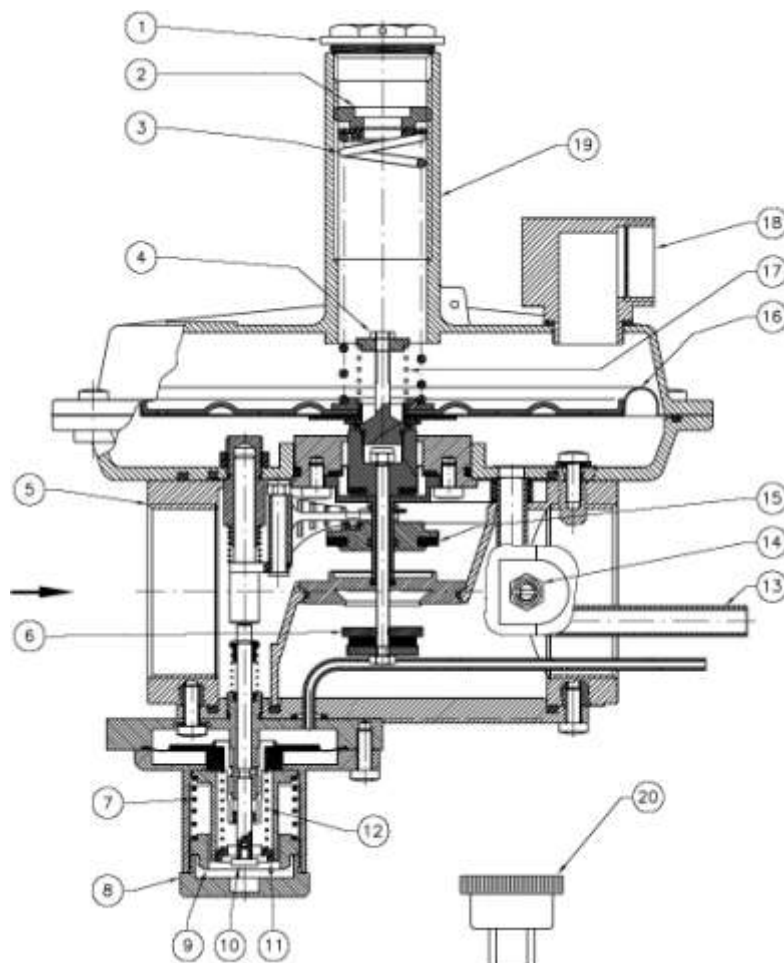

Рис. 1
Регулятор (рис. 1) состоит из: запорный колпачок (регулятор) (1); регулировочный винт выходного давления (2); пружина настройки выходного давления (3); настройка сбросного клапана (4); корпус (5); затвор регулятора (6); пружина настройки ПЗК по избыточному давлению (7); защитный колпачок (ПЗК) (8); регулировочный винт ПЗК по избыточному давлению (9); рычаг взвода ПЗК (10); настройка ПЗК по недостаточному давлению (11); пружина настройки ПЗК по недостаточному давлению (12); встроенная импульсная трубка (13); штуцер измерения давления на выходе (14); затвор ПЗК (15); рабочая мембрана (16); пружина сбросного клапана (17); сбросное отверстие избыточного давления G 3/4" (18); воронка (19); ключ для настройки ПЗК (20).
Регулятор (рис. 1) состоит из: регулировочный винт выходного давления (1); пружина настройки выходного давления (2); пружина настройки ПСК (3); верхний диск мембраны (4); винты (5); корпус (6); защитный колпачок ПЗК (7); затвор ПЗК (8); нижняя крышка (9); гайка обтюратора (10); корпус отсека мембраны (11); компенсирующая мембрана (12); пружина возврата штока ПЗК (13); рабочая мембрана ПЗК (14); пружина настройки ПЗК по избыточному давлению (15); регулировочный винт ПЗК по избыточному давлению (16); настройка минимального предела ПЗК (17); регулировочный винт ПЗК по недостаточному давлению (18); пружина настройки ПЗК по недостаточному давлению (19); воронка (20); шток обтюратора (21); обтюратор (22); штуцер измерения давления на выходе (23); рабочая мембрана (24); антипылевой колпачок (25); винт настройки ПСК (26); защитный колпачок (регулятора) (27); ключ для настройки ПЗК (28).